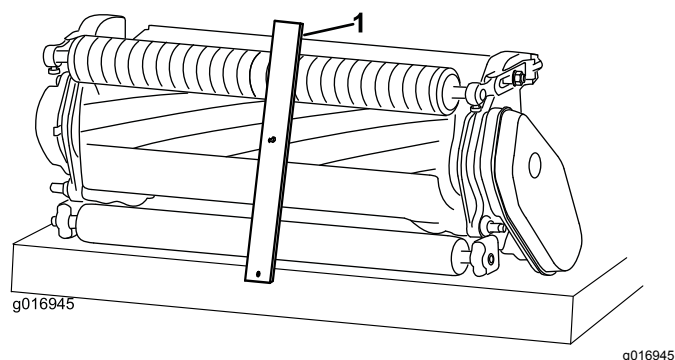

Figura 15
2. Enganche la cabeza del tornillo del indicador de altura de corte sobre el lado derecho del filo de la contracuchilla y apoye el extremo trasero de la barra sobre la parte trasera del rodillo (Figura 15).